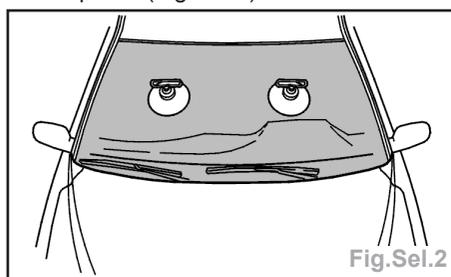

Fig.Sel.2
- Poser les ventouses sur le pare-brise et le déposer (Fig.Sel.2).